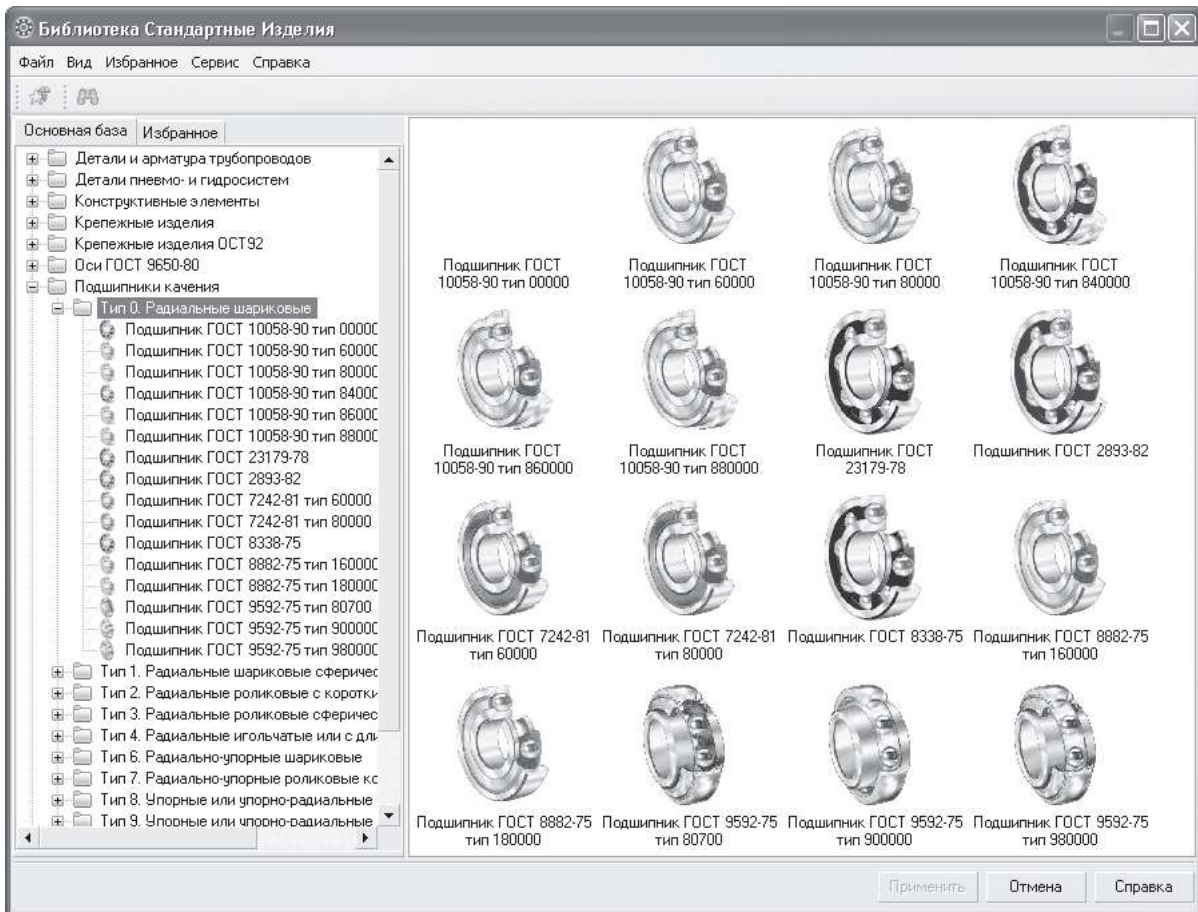
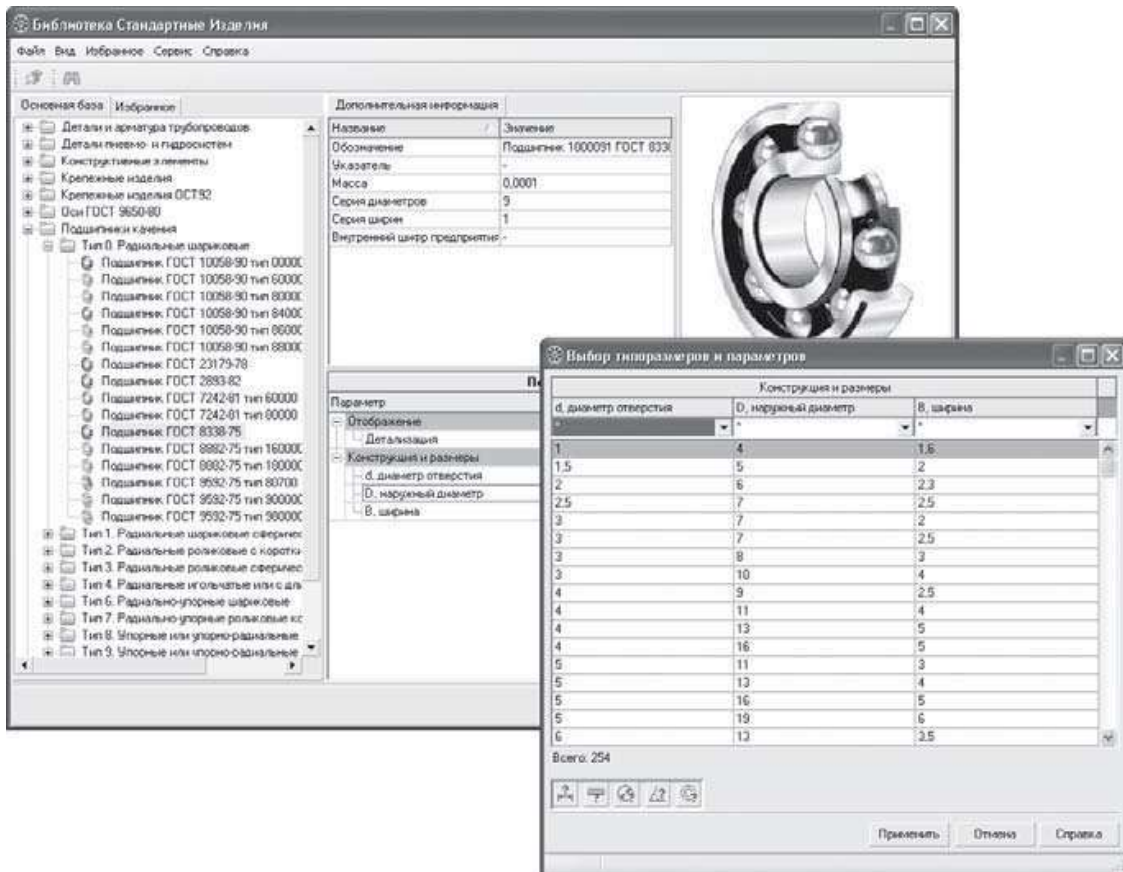

Рисунок 9.5 – Бібліотека стандартних виробів
Рисунок 9.6 – Розміри підшипника
7. Розкрийте розділ *Підшипники кочення – Тип 0. Радіальні кулькові* (рис. 9.5). Двічі клацніть на пункті *Підшипник ГОСТ 8338-75* (потрібний нам типорозмір підшипника), після чого у вікні бібліотеки відобразиться таблиця всіх параметрів даного підшипника (рис. 9.6). Клацніть на будь-якому з параметрів в розділі *Конструкція і розміри* і у вікні, що з'явилося, виберіть необхідний типорозмір підшипника.